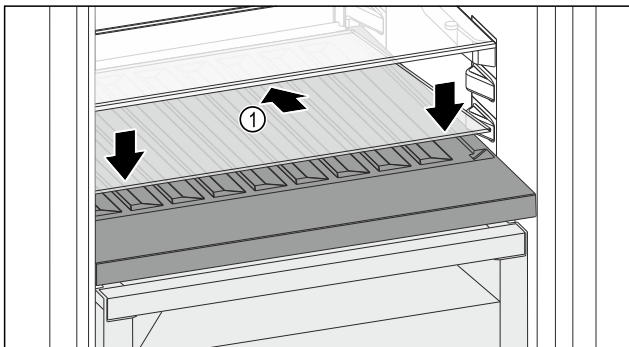

Fig. 185
- ▶ Placer la plaque de verre *Fig. 185 (1)* en biais et inclinée vers le bas.
- ▶ Abaisser l'avant de la plaque de verre *Fig. 185 (1)*.